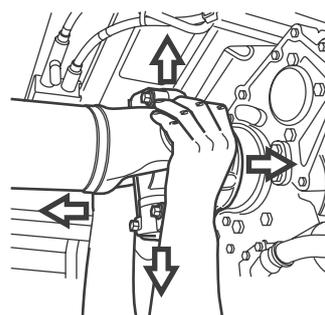

Figura 3.3
B. Tente mover o garfo PARA CIMA e PARA BAIXO e DE LADO A LADO através da aplicação de pelo menos 50 lb-pé (222,5 m N) de força na linha de transmissão próximo às juntas universais. Figura 3.3.